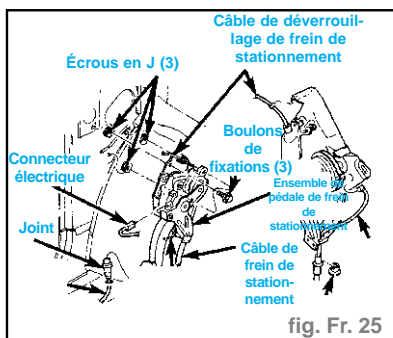

fig. Fr. 25
- Débrancher le connecteur électrique du contacteur des feux stop (fig. Fr. 25).
- Poser le côté logement du câble dans le mécanisme (fig. Fr. 25).
- Déposer la goupille de verrouillage (fig. Fr. 25) (si une nouvelle pédale a été posée) du dispositif de rattrapage sur le mécanisme de pédale.